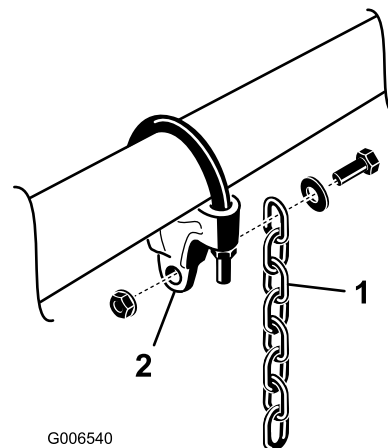

**Figure 7**
5. Sur les bras de levage n° 6 et 7, positionnez les supports et les étriers filetés à 37 cm derrière l'axe du pivot (Figure 7).